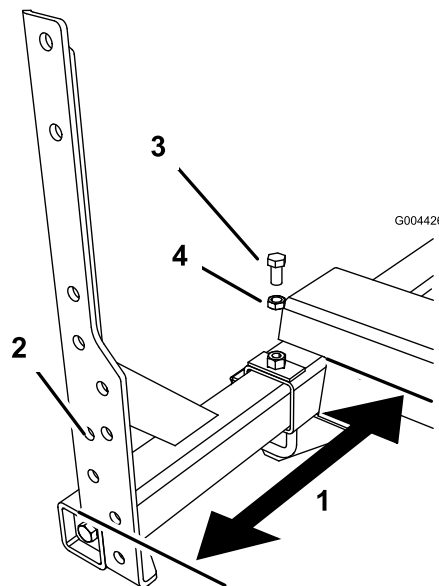

Bild 7
- A. Spritzgeräte der Serie 1200: Setzen Sie die Strebe in den Rahmen, bis das Rahmenende 49 cm (19-1/4") vom Boden des Achsengehäuses am Rahmen ist (Bild 7).